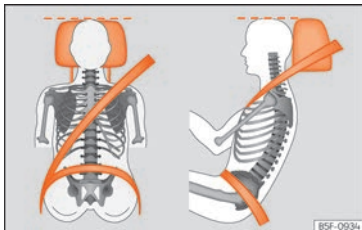

Fig. 16 Poziția corectă a chingii centurii de siguranță și tetierei
- Reglați tetiera astfel încât marginea superioară a acesteia să fie pe cât posibil la același nivel cu creștetul capului și cât mai aproape de nivelul ochilor¹⁾ » » pag. 92. Țineți ceafa cât mai aproape posibil de tetieră » » fig. 16.
- Reglați scaunul longitudinal astfel încât să puteți apăsa complet pedalele cu genunchii ușor îndoiți și astfel încât distanța dintre zona genunchilor și panoul de bord să fie de cel puțin 10 cm (4 inch) » » fig. 16.